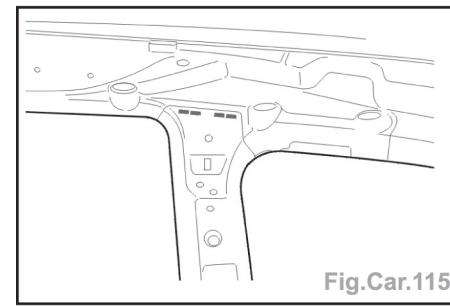

Fig.Car.115
- Souder par cordons successifs soudo-brassage MIG (Fig.Car.115).